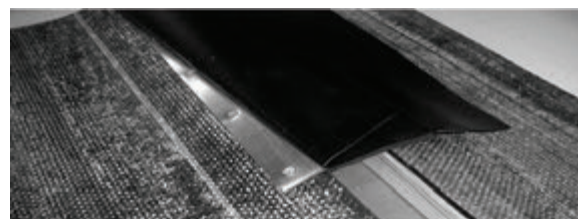

Figure 1
2. Tracez une ligne de craie sur la membrane de toiture à 30 mm (1-¼ po) du bord de l'ouverture du joint d'expansion. Repliez un côté de la membrane flexible du joint d'expansion pour exposer la bande de clouage intérieure. Alignez la bande de clouage avec la ligne de craie et clouez en place sur des centrés de 100 mm (4 po) (Figure 1).